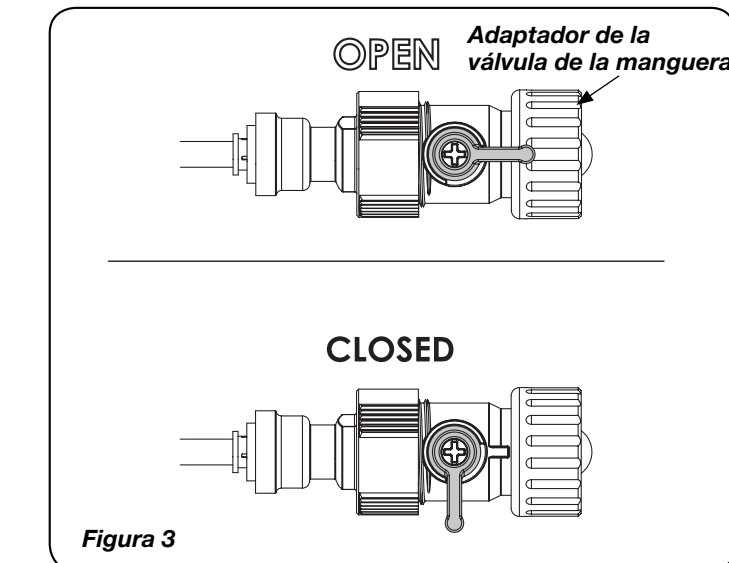

Figura 3
2. Abra el agua en la fuente. Gire el adaptador de la válvula a la posición de "Abierto". (Figura 3)